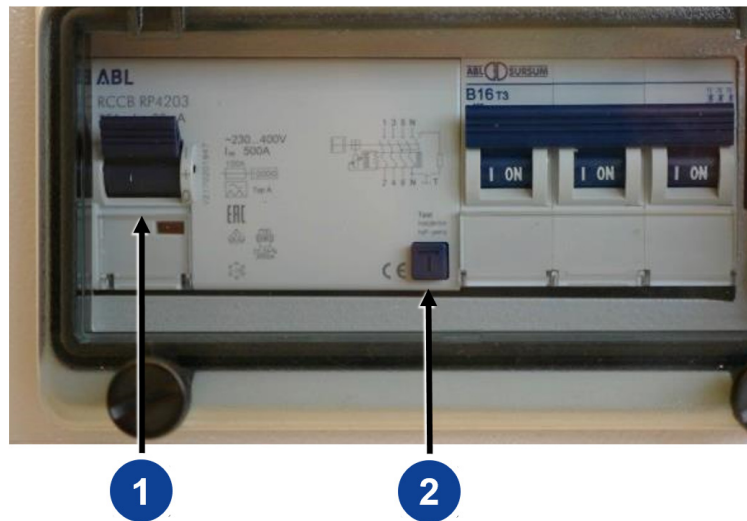

Abb. 8-2 FI-Schutzschalter (RCD)
Zusätzlich muss das Bedienungspersonal bei jeder Inbetriebnahme durch Betätigen der Prüftaste der Fehlerstrom-Schutzeinrichtung (RCD) (Abb. 8-2 - ②) die mechanische Funktion der Auslösung prüfen.
- 1. FI-Schutzschalter Abb. 8-2 - ① in POS-I bringen.
- 2. Testtaster Abb. 8-2 - ② betätigen.
Die Position des Schalters Abb. 8-2 - ① zeigt das Ergebnis an:
1. Schutzschalter Abb. 8-2 - ① in POS-I bringen, um wieder Verbraucher am Stromerzeuger betreiben zu können.